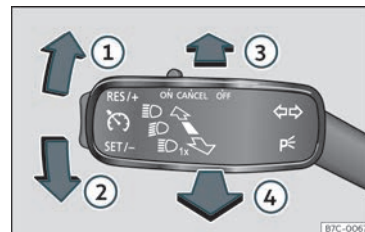

Fig. 90 Panca de intermitentes e de luz de estrada.
- Dende a posición de base, prema cara adiante a panca dos intermitentes e da luz da estrada >>> **fig. 90** . Cando se amose o indicador  na pantalla do cadro de instrumentos, o asistente da luz de estrada estará conectado.
- **OU BEN:** coa luz de estrada conectada, puxe cara atrás da panca dos intermitentes e luz de estrada >>> **fig. 90** .